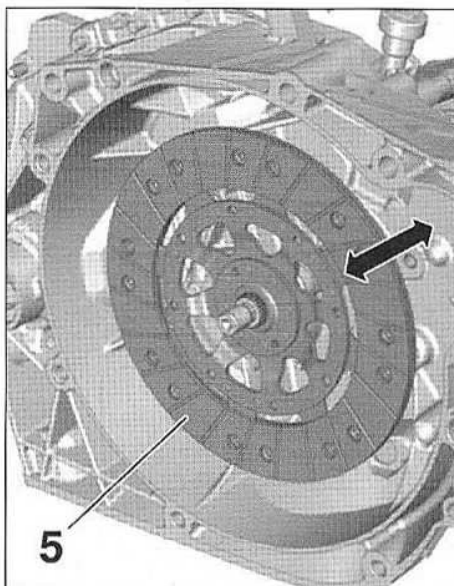

FIG.8
- Reposer le disque d'embrayage (5) sur l'arbre cannelé (Fig.8).
- Déposer le disque d'embrayage (5).